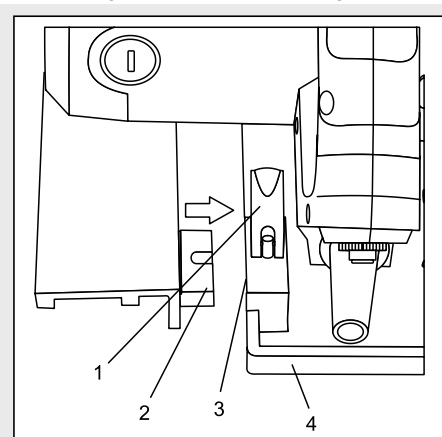

Fig. 1
1. Soulevez les leviers de blocage avant et arrière de la plaque-glissière (1) afin de déclencher le mécanisme de verrouillage (Fig. 1). Insérez les deux languettes de la plaque-glissière (2) dans les encoches d'assemblage correspondantes (3) sur la semelle (4).